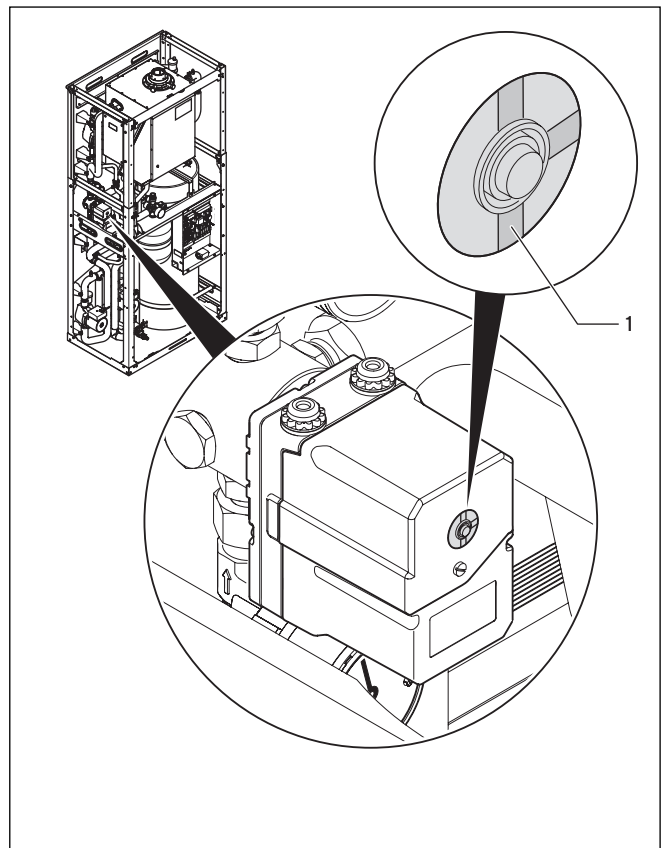

Abb. 7.31 Werkseinstellung „Desorption Bypass“ des Vorrangumschaltventils
- Kontrollieren Sie, ob die Stellung des Umschaltventils in der Position „Desorption mit Bypass“ steht (**1 in Abb. 7.31**).
Das Primärkreisumschaltventil (**1 in Abb. 7.31**) ist im Lieferzustand bereits auf die Position „Desorption mit Bypass“ eingestellt. Diese Einstellung darf nicht verändert werden, da eine Befüllung und exakte Entlüftung des Primärkreises nur in der Ventilposition „Desorption mit Bypass“ möglich ist!